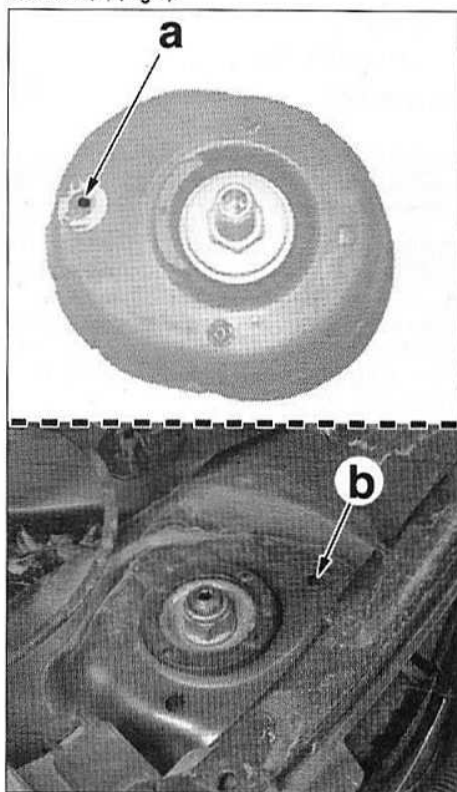

FIG.8
- Remplacer systématiquement les écrous (4), (9) et (11) ainsi que l'écrou du boulon (5).
- Mettre en place l'élément de suspension en alignant le perçage de son palier supérieur (a) avec celui de la caisse (b) (Fig.8).